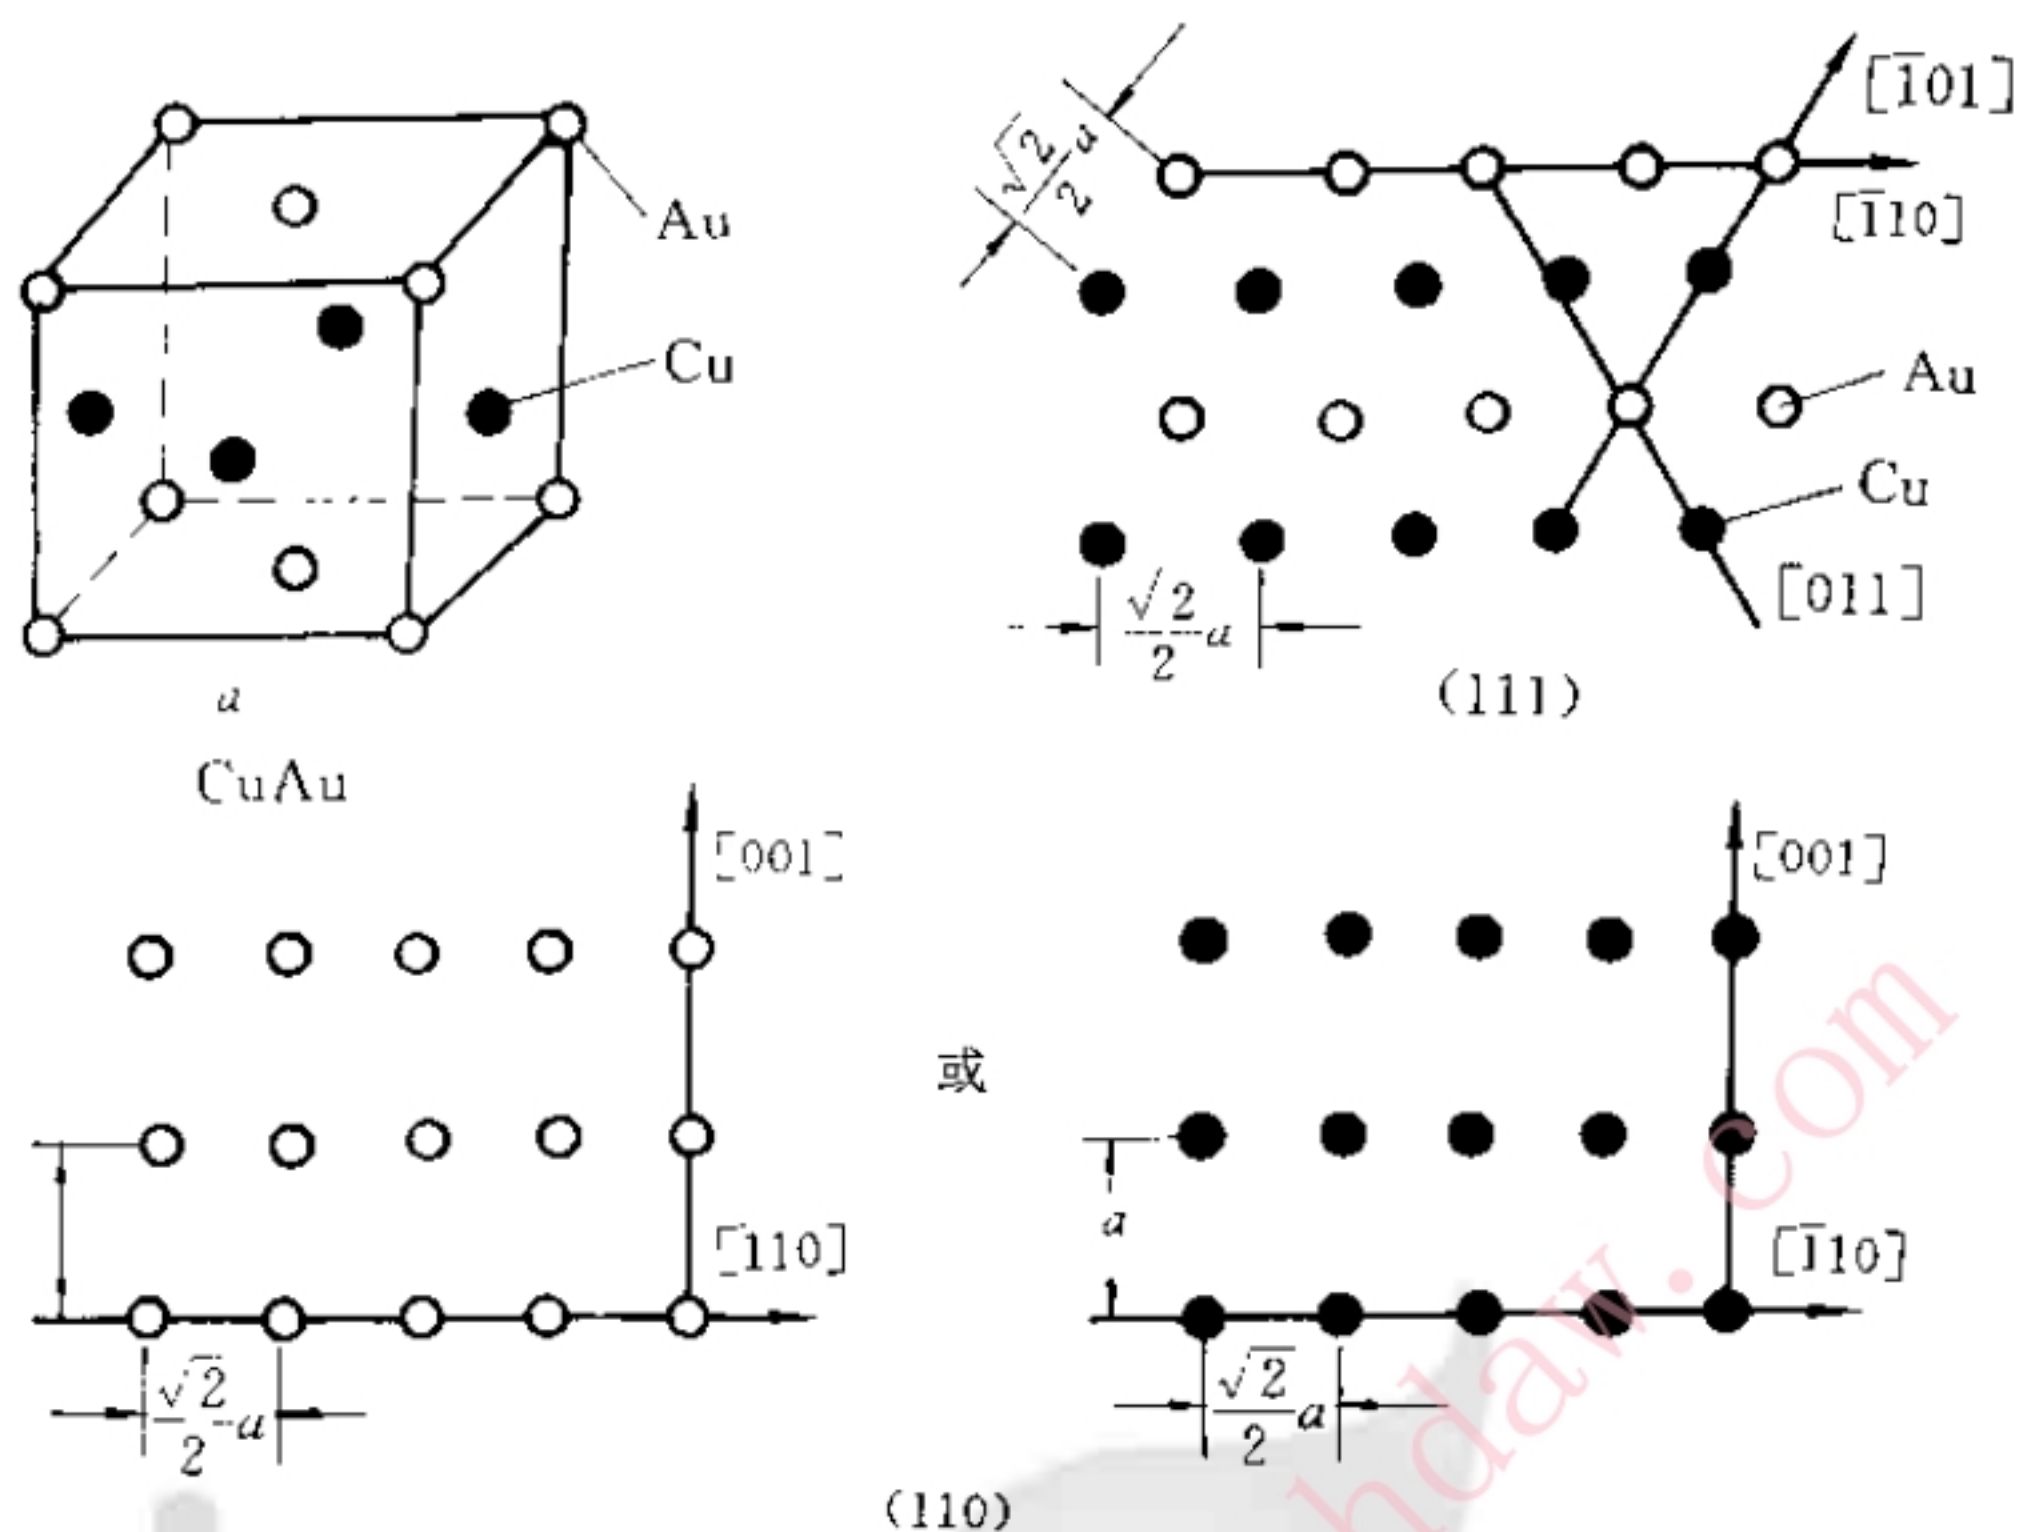

图 2-1 CuAu I 型有序固溶体的单位晶胞及(111),(110) 晶面
**解**  $\text{CuAu I}$  型有序固溶体为面心立方结构,依题意可作图,如图 2-1 所示。